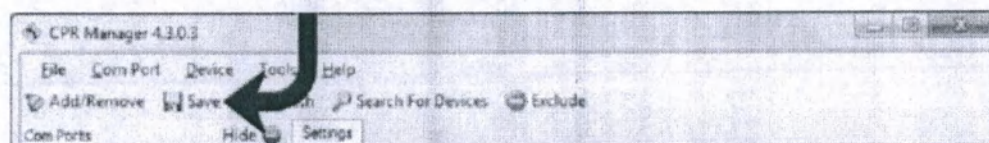

рис. 83
7. Внесенные изменения необходимо сохранить с помощью кнопки «Save». См. рис. 83.